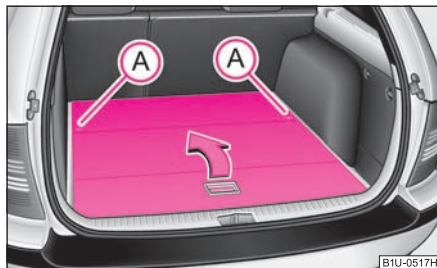

Fig. 78 Podeaua variabilă de încărcare
- Prin rotirea bolțului de siguranță ① cca. 90° spre stânga, deblocați podeaua ⇒ fig. 78.